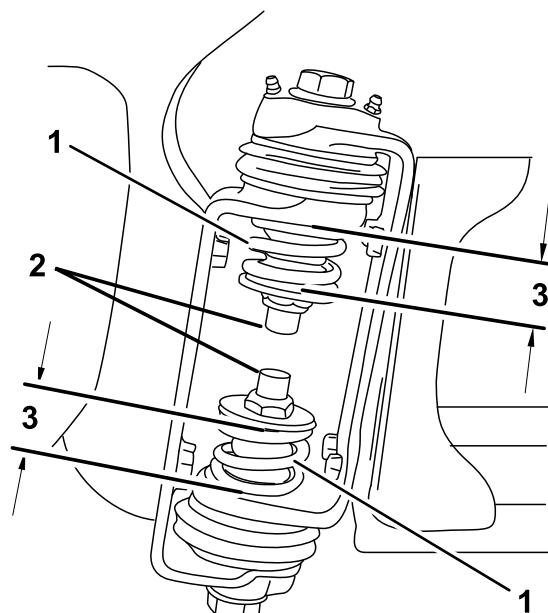

Figura 49
3. All'altezza della cerniera della barra, misurate la compressione delle molle superiori e inferiori mentre le barre sono prolungate (Figura 49).